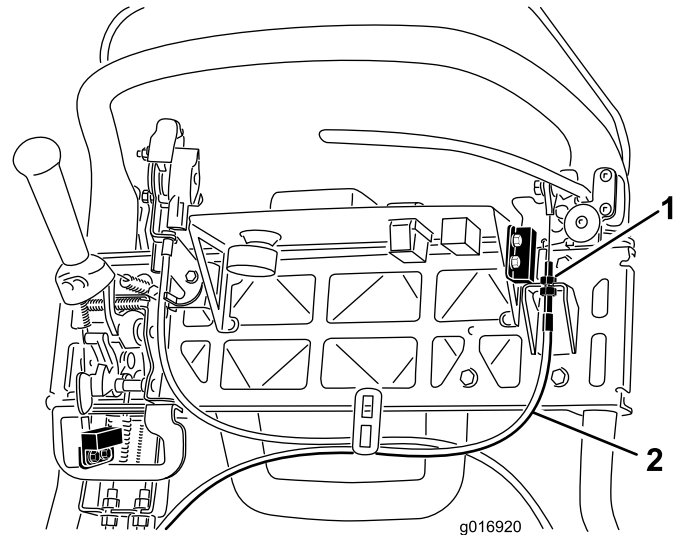

図 40
3. 走行ケーブルの張りを強くするには、上側ケーブルのジャムナットをゆるめて、下側ケーブルのジャムナット（図 40）を締め、156 N（15.8 kg）の力で駐車ブレーキのラッチが解除されるように調整する。ブレーキバンドが締めりっぱなしにならないよう注意すること。